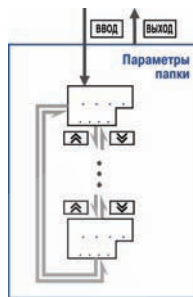

Рис. 9.4. Перемещение между параметрами
- Перемещение между параметрами (см. рис. 9.4) осуществляется кнопками  и  (циклически в любую сторону).